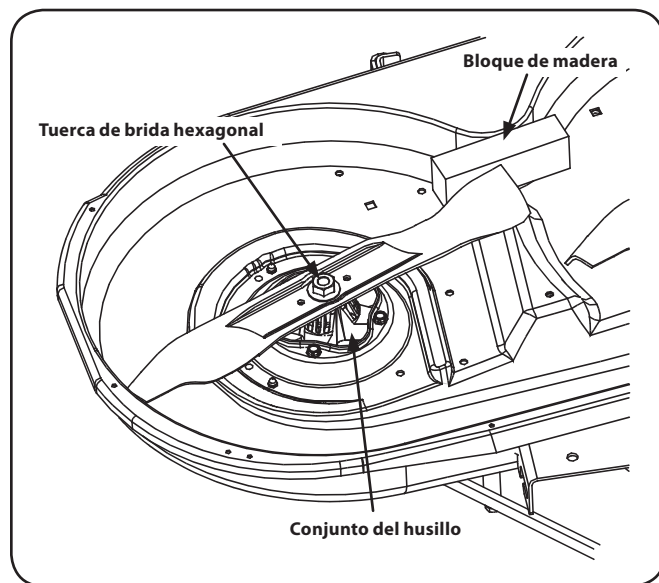

Figura 7-11
2. Use una llave de $\frac{15}{16}$ " para sostener la tuerca hexagonal en la parte superior del conjunto del husillo cuando afloje la tuerca hexagonal que fija la cuchilla. Se puede colocar un bloque de madera entre el alojamiento de la plataforma y el borde de corte de la cuchilla para ayudar a aflojar la tuerca hexagonal que fija la cuchilla. Vea la Figura 7-11.